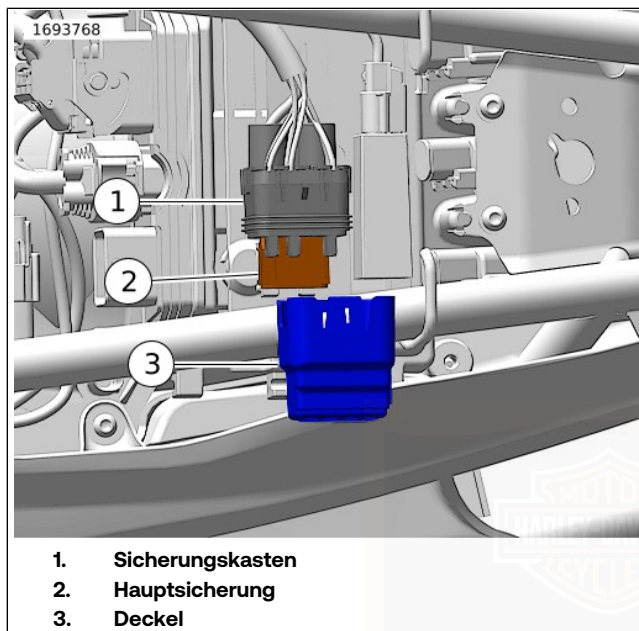

Abbildung 30. Hauptsicherung
8. Siehe Abbildung 30 . Die Hauptsicherung ausbauen.